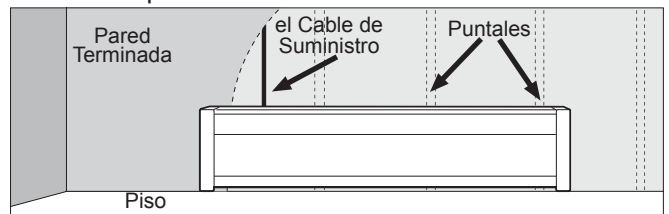

Figura 4
1. Ubique los puntales de la pared que estén más cerca de los cables de suministro y luego coloque el calentador (consulte la figura 4). NOTA: La conexión de alambres es por el lado izquierdo sólo en los modelos estándar.
7. Coloque el calentador y fije uno de sus extremos al puntal de la pared con un tornillo en una zona de perforación segura, tal como se aprecia en la figura 4. Antes de fijarlo al puntal en el otro extremo, coloque el nivel en la parte superior del calentador para cerciorarse de que este último se encuentre nivelado. (Figura 7).